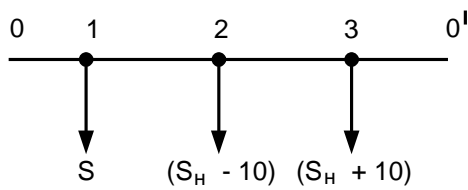

Рисунок 20
1. Сделав разрез по источнику питания, кольцевая линия преобразуется в линию с двухсторонним питанием (рис.20).